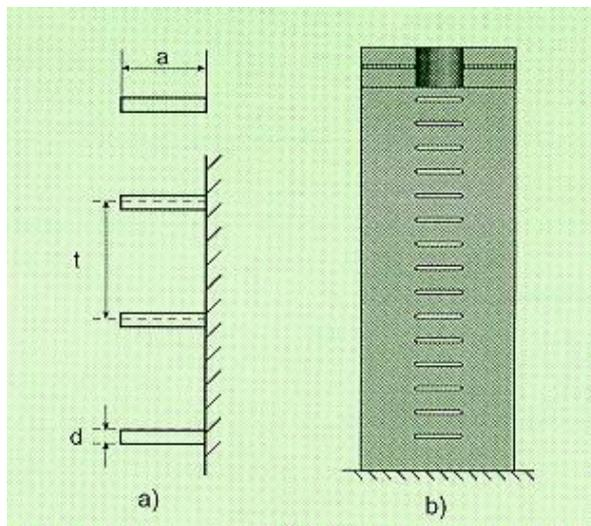

Fig. 3: Escala vertical integrada
- Escala vertical integrada: Escala instalada sobre una superficie vertical y consta de una serie de escalones permanentemente sujetos a la estructura. (Fig. 3 b)
Escalas verticales integradas (Fig. 3 a)